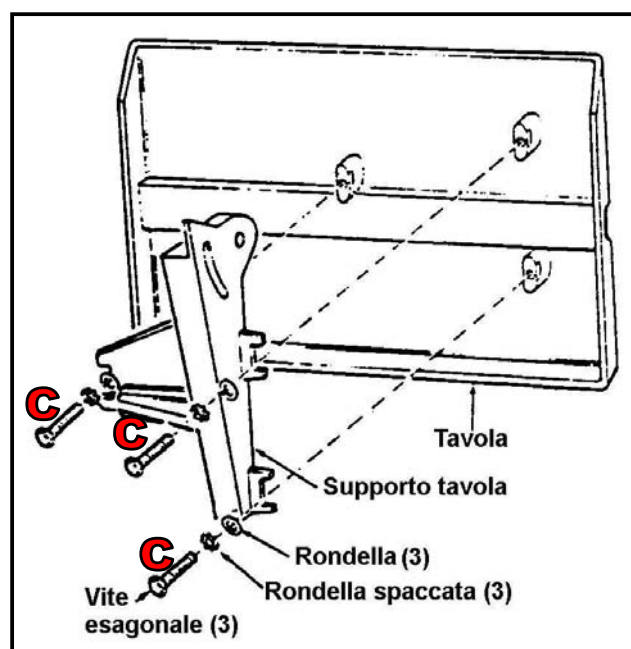

Figura 9 – Montaggio del supporto della tavola di lavoro Art. 0505.
1. Posizionate il supporto della tavola di lavoro sotto la tavola stessa ed allineate i fori di fissaggio come mostrato in figura 9.
2. Fissate il supporto alla tavola, tramite le 3 viti di fissaggio e le rondelle fornite in dotazione, come mostrato in figura 9.